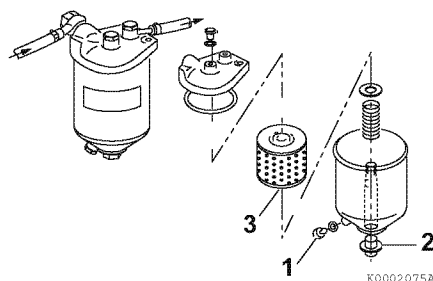

Figure 4
2. Desserrez le bouchon de purge (1, **Figure 4**) au fond du filtre de carburant/séparateur d'eau et purgez l'eau et les impuretés.
3. Retirez le boulon de centrage (2, **Figure 4**) pour démonter le filtre de carburant/séparateur d'eau. Nettoyez l'élément (3, **Figure 4**) à l'intérieur avec du carburant propre.